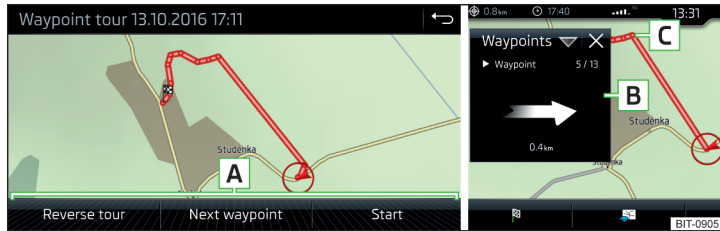

Abb. 244 Anzeige einer Wegpunkt-tour / Abfahren einer Wegpunkt-tour
- ▶ Eines der folgenden Menüs auswählen **A** » Abb. 244.
Während des Abfahrens einer Wegpunkt-tour erfolgt im Zusatzfenster **Wegpunkte** die Anzeige der Richtung sowie des Abstands zum nächsten Wegpunkt, der fortlaufenden Nummer des nächsten Wegpunktes sowie der Gesamtzahl der Wegpunkte **B** » Abb. 244.
Die Wegpunkt-tour von der Fahrzeugposition zum nächsten Wegpunkt „nimmt“ während der Fahrt sukzessive „ab“ **C** » Abb. 244.
- > Anzeige der Wegpunkt-tour » Abb. 244 auf Seite 208